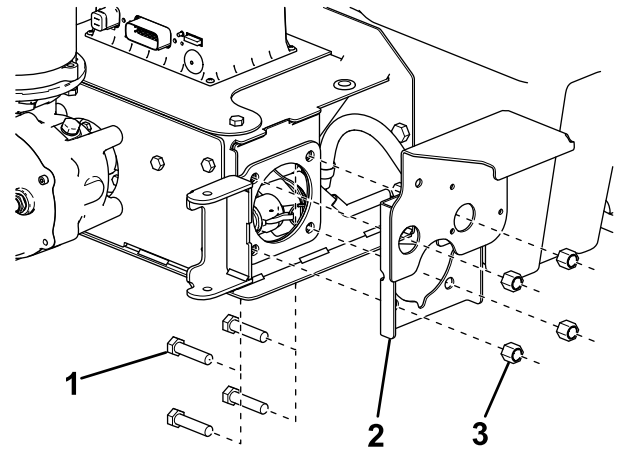

Figure 25
- Fixez le support de la pompe à l'ensemble vis ou chaîne articulée à l'aide de 4 boulons (1/2 po) et écrous (Figure 25).